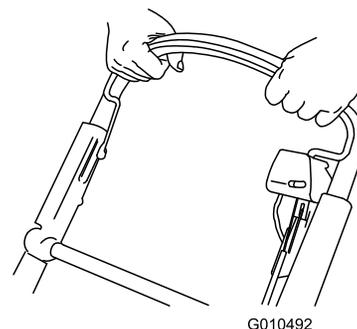

Figura 21
2. Tenete la barra di comando della lama contro la maniglia (Figura 21).